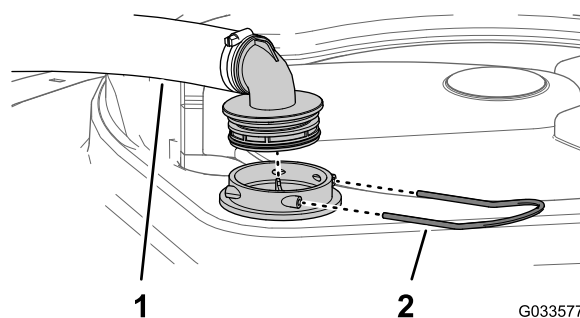

Figura 58
2. La partea de sus a rezervorului de pulverizare, îndepărtați opritorul care fixează racordul de furtun atașat la furtunul mare de la carcasa filtrului (Figura 58).
3. Îndepărtați furtunul i racordul pentru furtun de la carcasa filtrului (Figura 58).